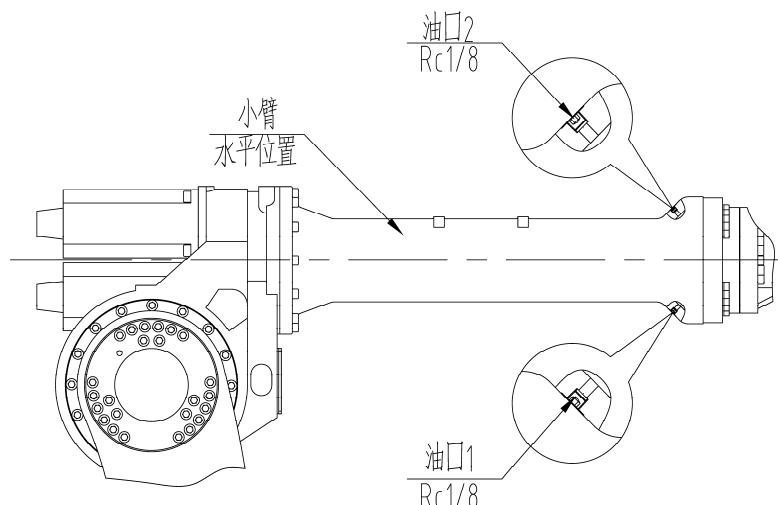

图 18 J4 轴油口位置
(1) 油脂补充步骤（参考图 18）
- ① 旋转 J3、J4 轴，使得机器人小臂水平，小臂上两个油孔在同一垂直平面上，如图 18 所示；
- ② 取下油口 2 的油塞；
(2) 油脂更换步骤 (参考图 18)